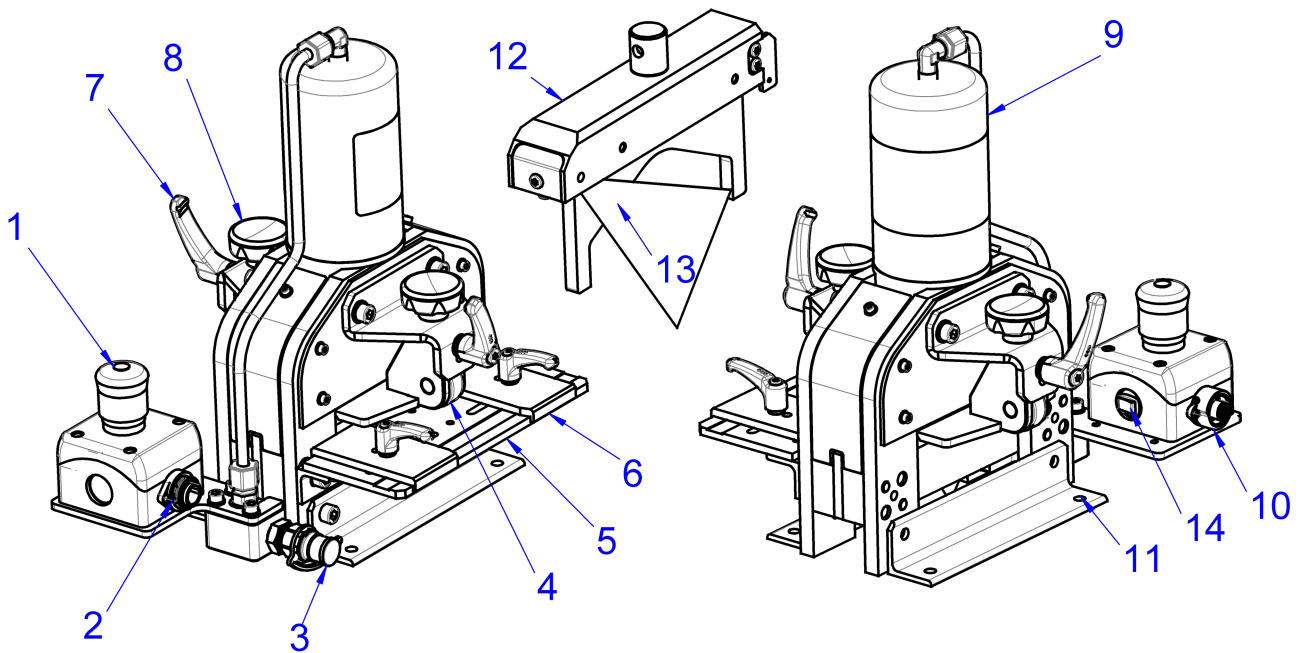

Fig. 1: Vista anteriore e posteriore
- Collegare il tubo idraulico all'attacco idraulico (fig. 1, 3) e il cavo di comando alla presa elettrica (fig. 1, 2) dell'unità.
- Inserire il cavo di alimentazione dell'interruttore a pedale nella presa quadripolare (fig. 1, 10).
- In una situazione di pericolo, premere l'interruttore di arresto di emergenza rosso (fig. 1, 1) dell'apparecchio per interrompere il funzionamento!
- Allentare le leve di serraggio sulle piastre di guida laterali (fig. 1, 6) del tavolo di supporto. Regolare le piastre di guida in base alla larghezza della sbarra.
- Introdurre la sbarra dal lato del rullo di supporto (fig. 1, 5) nell'unità di taglio.
- Allentare le viti di serraggio di entrambi i pressori (fig. 1, 8). Regolare i supporti in base allo spessore del materiale del pezzo da lavorare.
- Attivare l'interruttore del laser (fig. 1, 14) per accendere il laser lineare.